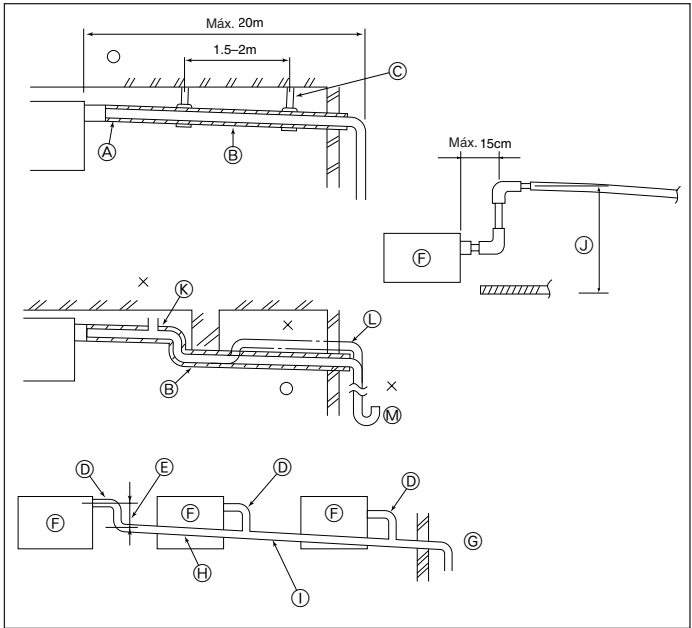

Fig. 3-4
3.4. Tubería de drenaje (Fig. 3-4)